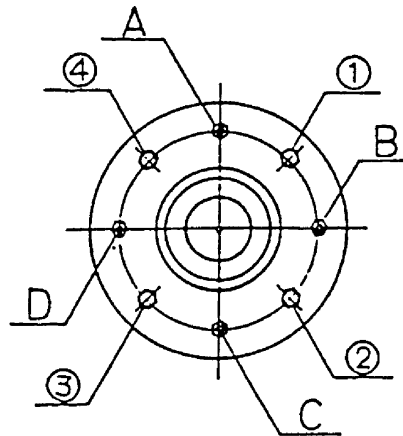

図 9-4
9.3.4 ドラムの芯出し調整 (図 9-4)
- ・ 主軸ベアリングケースを止めている取付けボルト及びナット 4 箇所(A～D)と、調整ボルト及びナット 4 箇所(①～④)で調整します。(図 9-4)
- ・ 例えば、ドラムの口金を機械正面より見て右に寄せたい場合、③、④と A,C,D のナットを少し緩め、③、④のボルトをドラムの口金を見ながら締め込みます。
- ・ 調整が終わったら、③、④と A,C,D のナットを締め込みます。
- ・ ベアリングケースをナット①～④の 4 箇所を取り外し、後方へ抜いてください。(図 9-4)